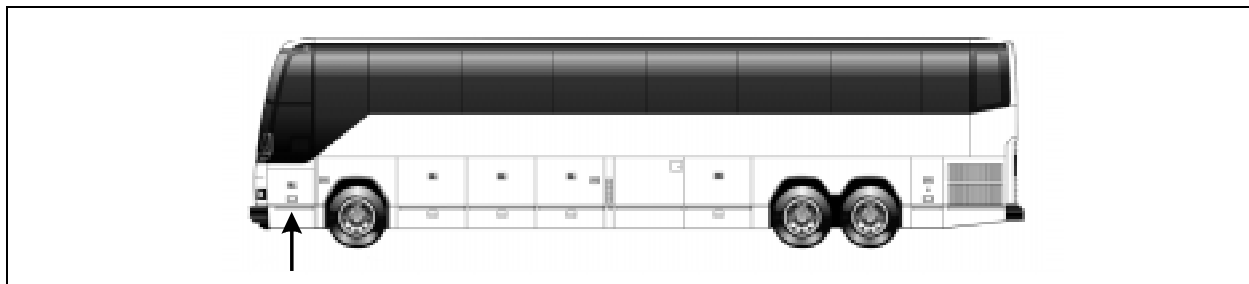

Figure 1 : Emplacement du compartiment de service avant.
- Ouvrir le compartiment de service avant (figure 1).